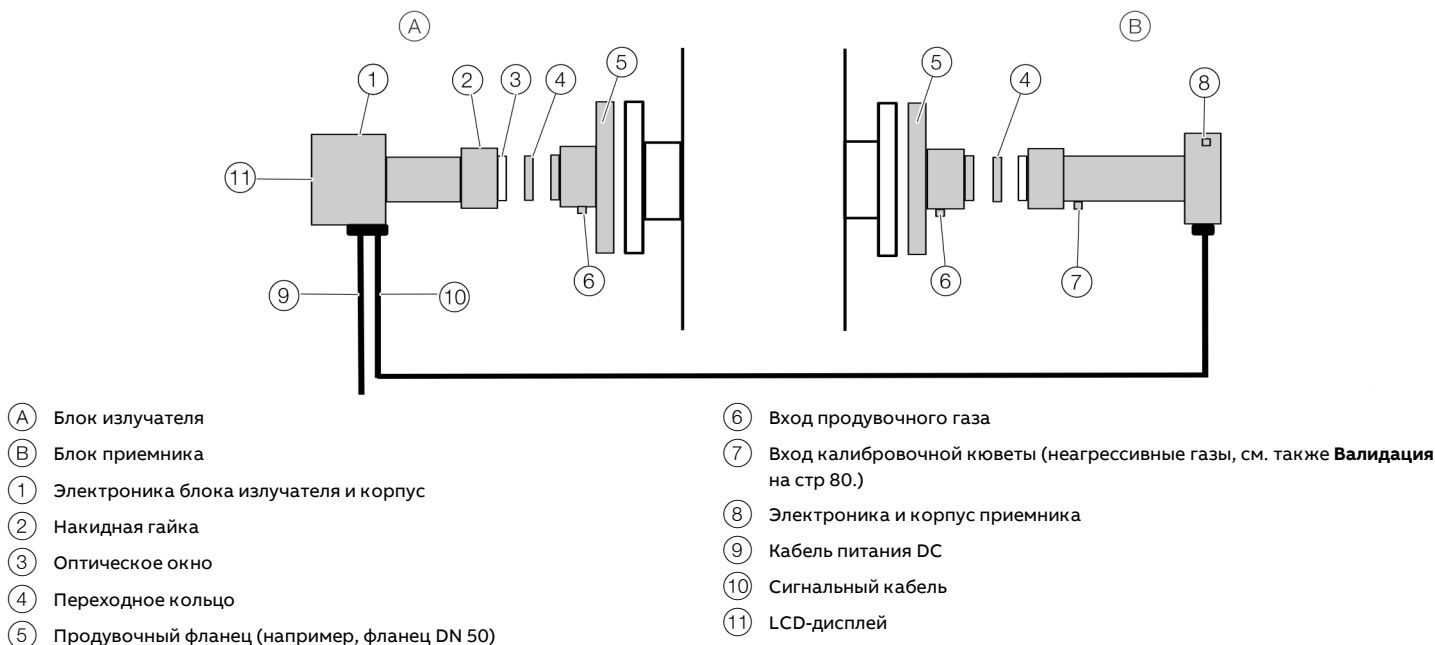

Рисунок 20. Структура системы AO2000-LS25
1. Установите продувочные фланцы (⑤) на фланцы дымохода с помощью 4 болтов M16 × 60 на каждый, см. **Рисунок 20** на стр 36.